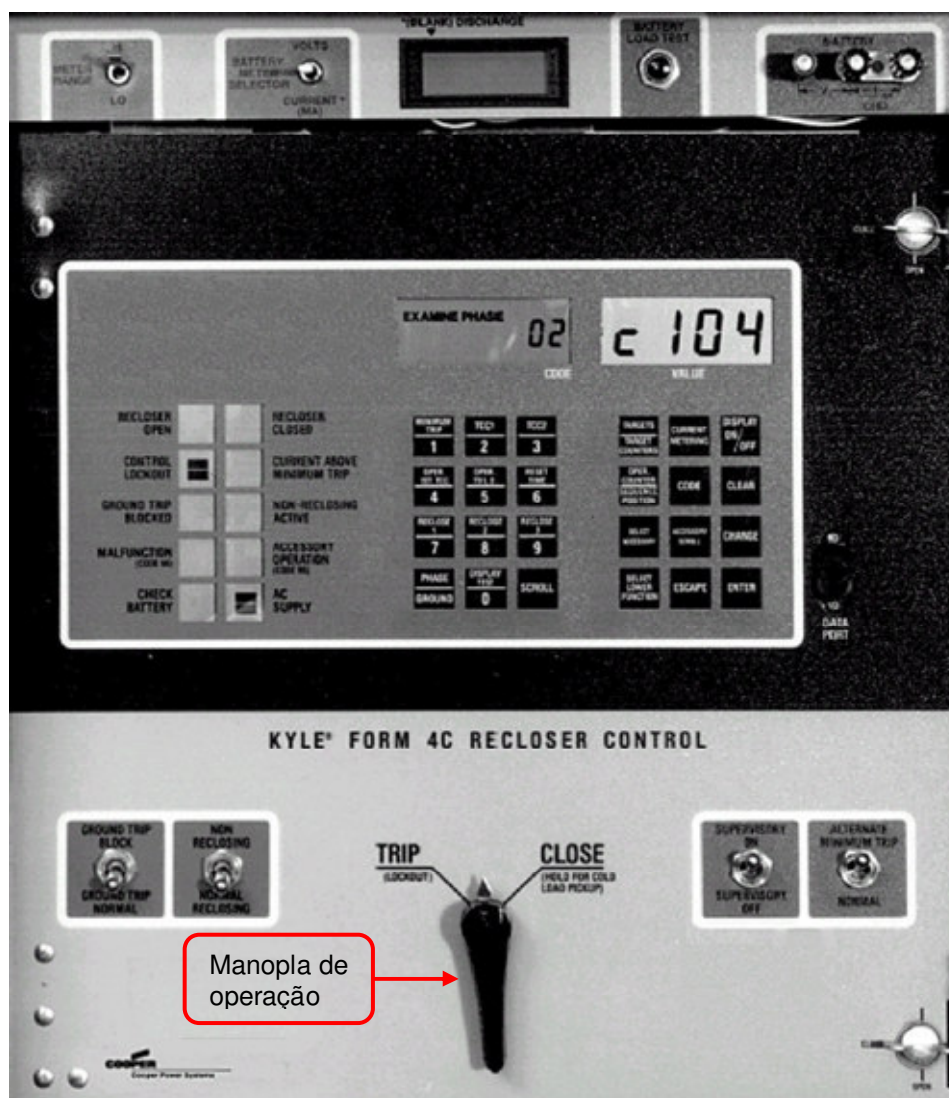

Figura 6 – Religador com controle F4C.
4.6.1. Abertura (Vide Figura 6)
4.6.2. Fechamento (Vide Figura 6)